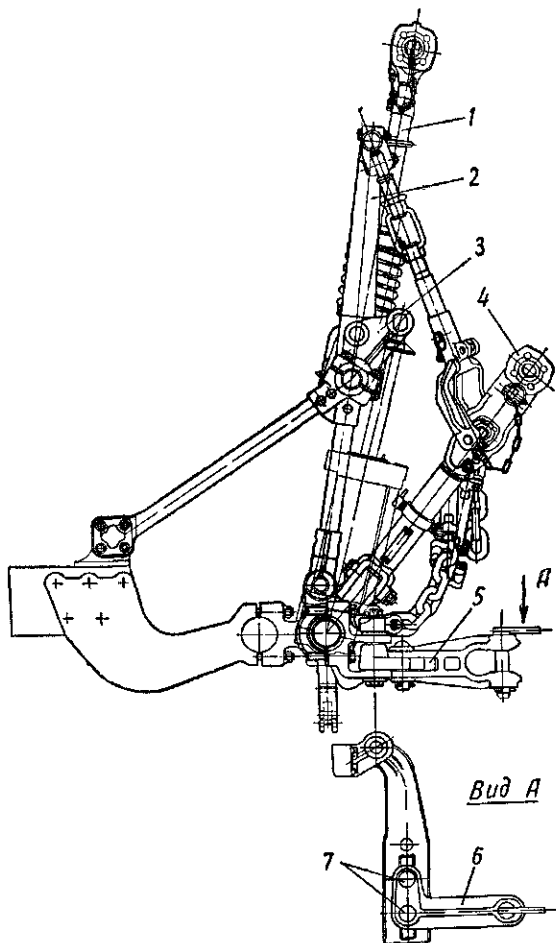

Рис. 51. Установка прицепного устройства:
4) установить прицепное устройство (рис. 51) в комплекте с упряжной скобой и прикрепить его пальцами к задним вилкам бугелей; при этом передние концы ограничительных цепей закрепить на пальцах сверху вилок бугелей.